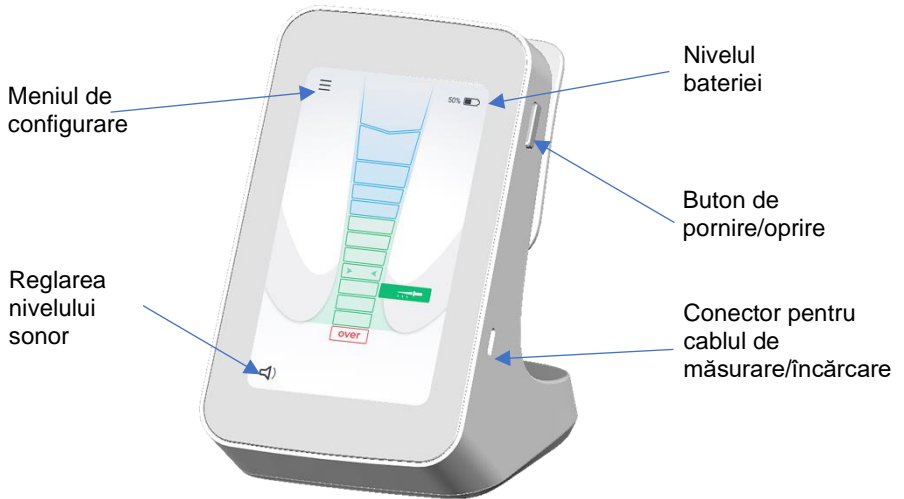

Fig. 1 Vedere din față
3. Conectați cablul de încărcare la portul USB-C al **X-Smart® Apex Locator**, care se găsește în partea dreaptă a dispozitivului. Vedeți Fig. 1